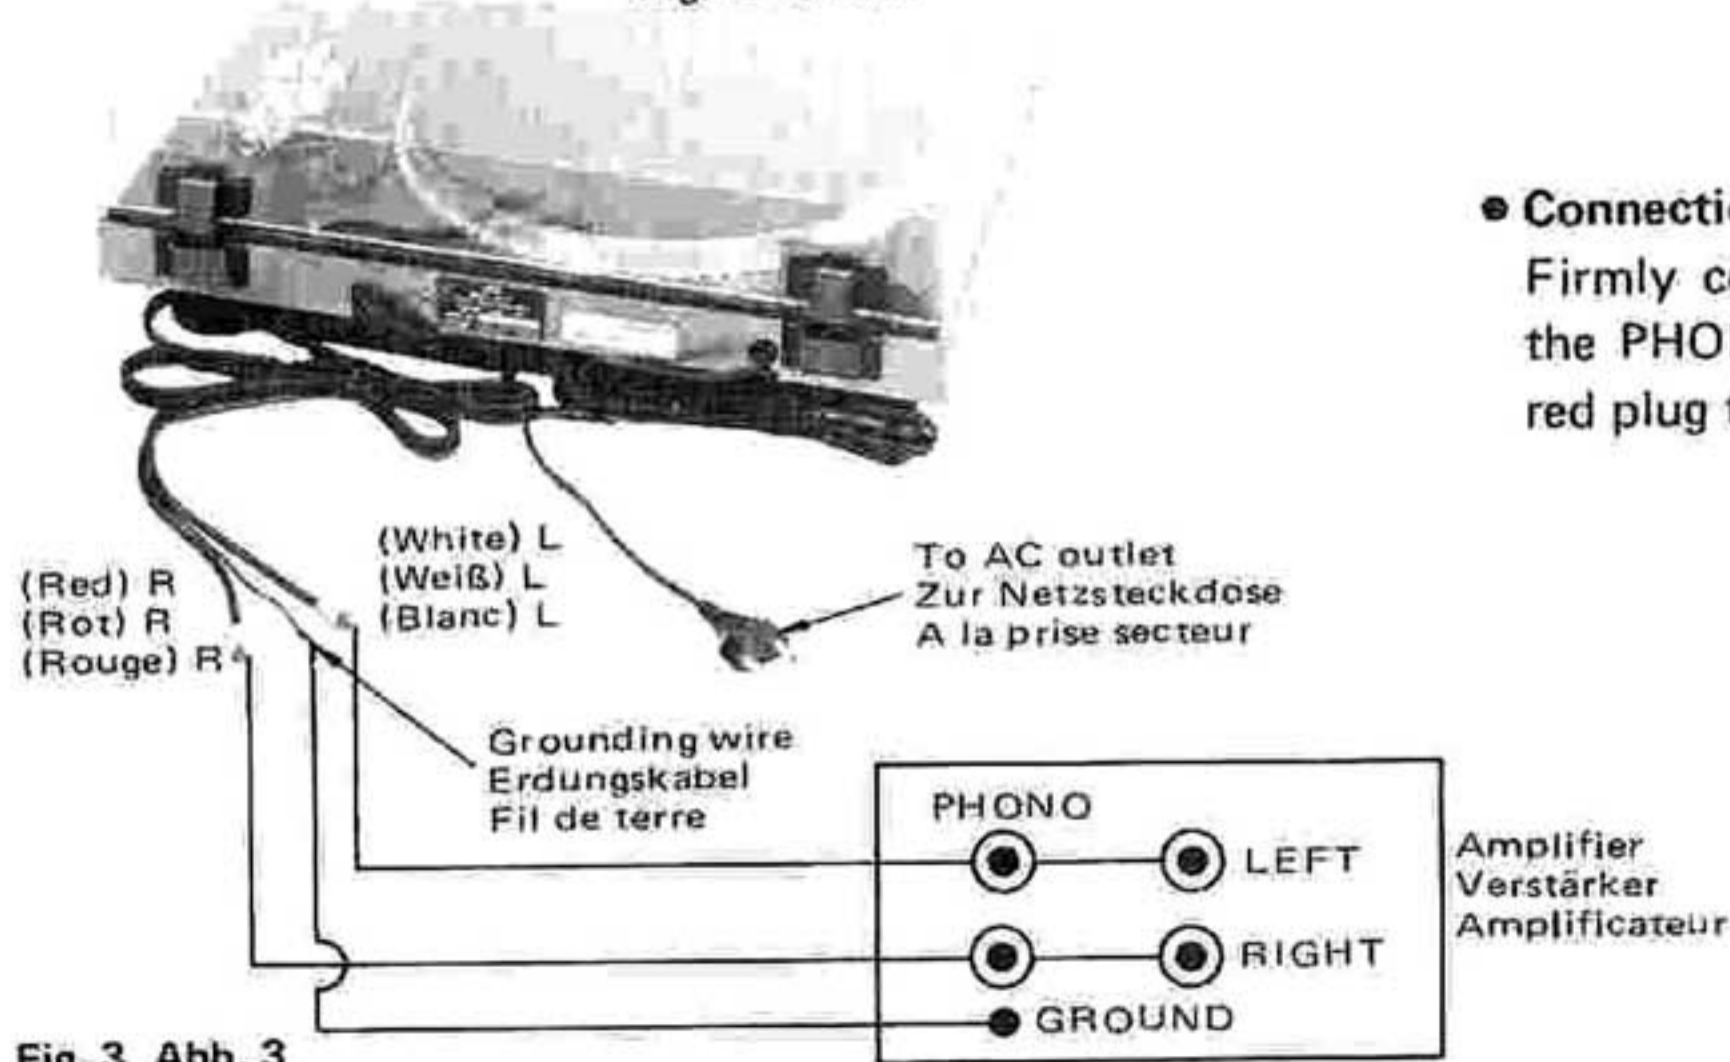

Fig. 3 Abb. 3
• **Connection to a stereo amplifier (Fig. 3)**
● Anschluß an einen Stereo-Verstärker (Abb. 3)
● Connexion à un amplificateur stéréo (Fig. 3)